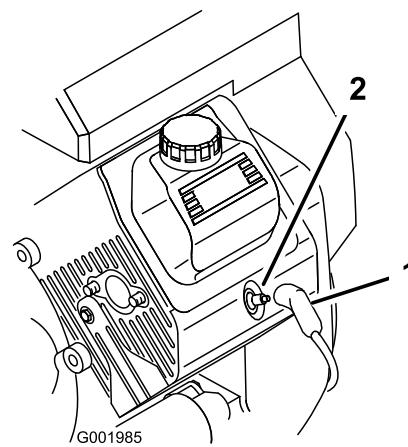

Figura 50
3. Puxe os cabos das velas (Figura 50).